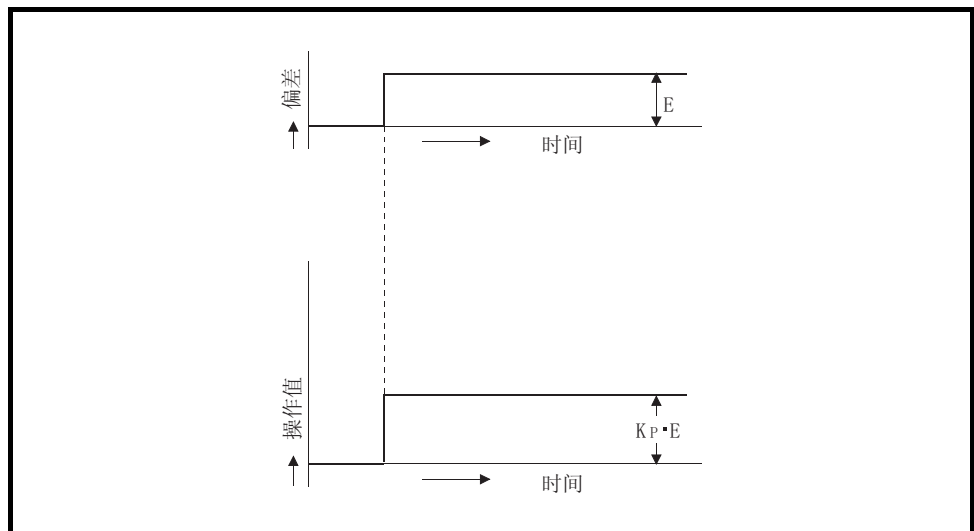

图 1.8 阶跃响应时的比例动作
- (3) 偏差为恒定值的阶跃响应时的比例动作如图 1.8 所示。
- (4) 操作值在-5.0~105.0%之间变化。